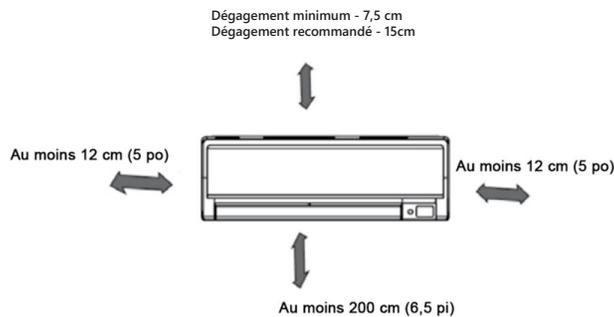
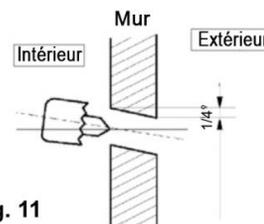
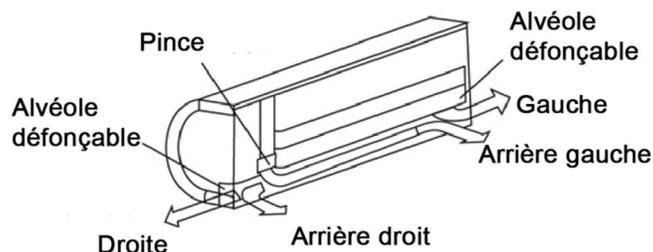

Fig. 1
Fig. 11
Fig. 14
- L'unité doit être installée dans un endroit qui ne gêne pas la circulation de l'air et assure que les dégagements sont maintenus. (Fig. 1)
- L'unité intérieure doit être fixée en hauteur sur le mur en direction du plafond, en laissant un minimum de 150 mm (6 po) d'espace entre le plafond et la partie supérieure de l'unité intérieure. (Fig. 1)
- Montez le support mural contre les éléments structuraux (poutres) du mur en respectant les dégagements appropriés pour l'unité. (Fig. 1 et Fig. 9)
- Déterminez la position des trous d'après le support mural fourni avec votre unité, les dégagements requis pour l'unité (Fig. 1) et la direction (gauche/droite) selon laquelle les conduites seront acheminées à l'arrière de l'appareil (Fig. 14). Percez un trou de 65 mm (2,5 po) incliné vers le bas d'environ 6,35 mm (1/4 po) vers l'extérieur. (Fig. 11).
- A. Retirez le cache du côté souhaité de l'unité à partir duquel l'ensemble de la conduite sera acheminée. Les conduites partant de l'unité peuvent être acheminées à gauche ou à droite, à l'arrière gauche ou l'arrière droit (Fig. 14).
- B. Retirez la pince (Fig. 14) avant d'essayer de plier la conduite de conduite pour empêcher les coudes. La pince peut être remplacée et utilisée pour maintenir la conduite mise en place, mais cela dépend de la direction d'acheminement de l'ensemble de la conduite et si elle est nécessaire, en tenant compte du rayon conduite de pliage.